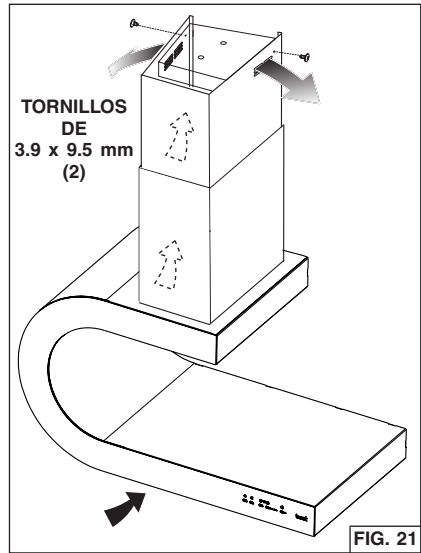

FIG. 21
9. Fije el tubo de humos superior con dos (2) tornillos de cabeza troncocónica de 3.9 x 9.5 mm. Las ranuras de recirculación deben alinearse con las aberturas del pleno. Fig. 21.